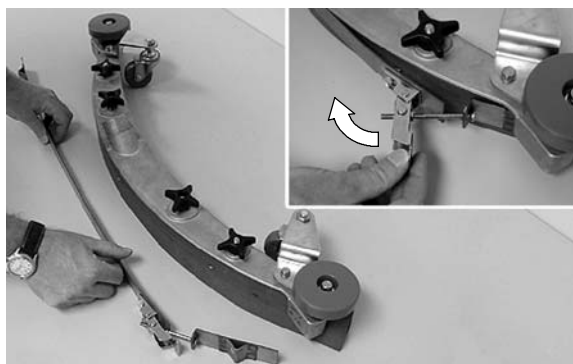

РИС. 52
2. Ослабьте ленточный зажим и снимите ленту с узла швабры (Рисунок 52).